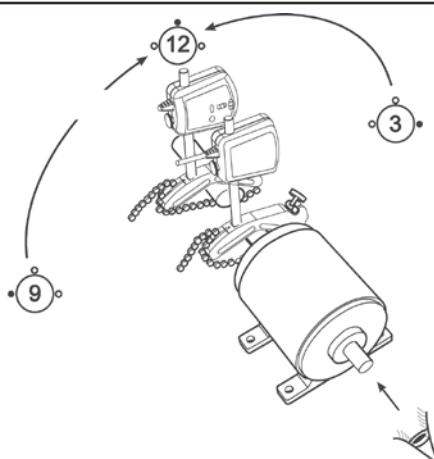

Fig. 10. La position 12'heures
- a) Mettez les deux appareils de mesure en position 12 heures en vous servant des niveaux à bulle (fig. 10).